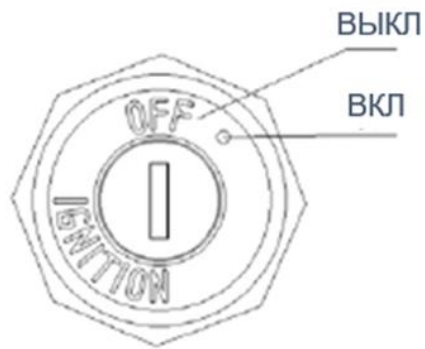
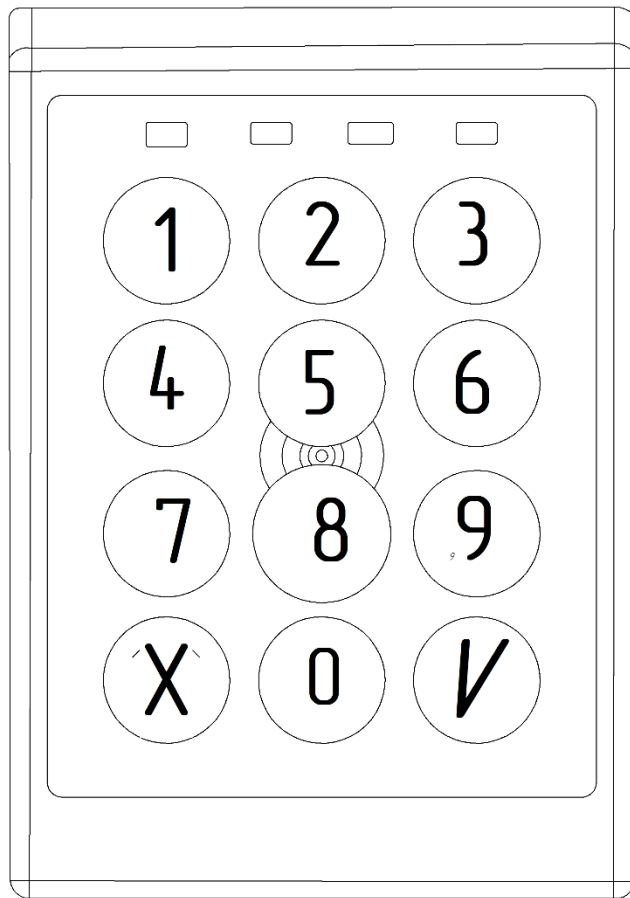

Рисунок 5. Замок включения питания
Рисунок 5.1 Электронный замок с ключ-картой (при наличии)
1. Вставьте ключ в замок включения питания, поверните в положение ВКЛ (рис.5), или активируйте электронный замок, приложив пластиковый ключ-карту к терминалу (рис. 5.1) (его наличие зависит от комплекта поставки).